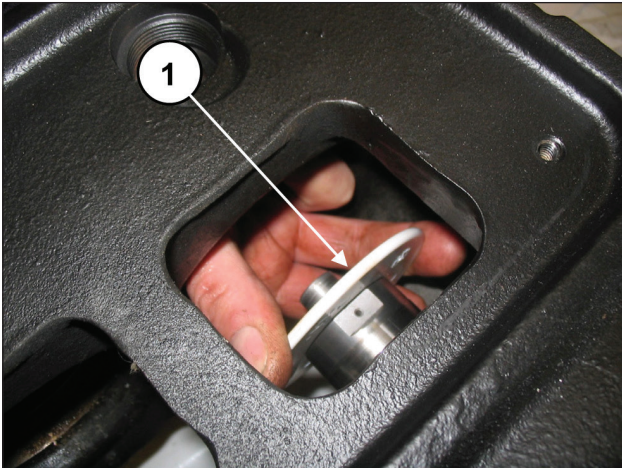

Abb. 126
Entfernen Sie die Spritzschutzringe von den Kolbenführungen (Pos. ①, Abb. 126).